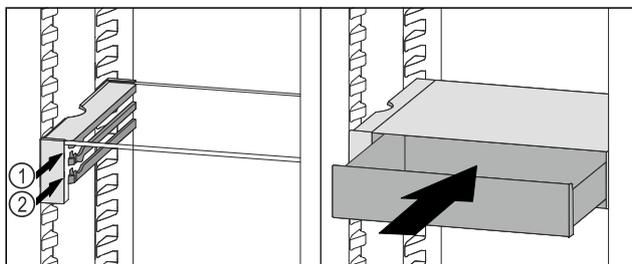

Fig. 76
- ▶ Nasadte zásuvku VarioSafe za zarážky na požadovaném žebře Fig. 76 (1) nebo Fig. 76 (2).